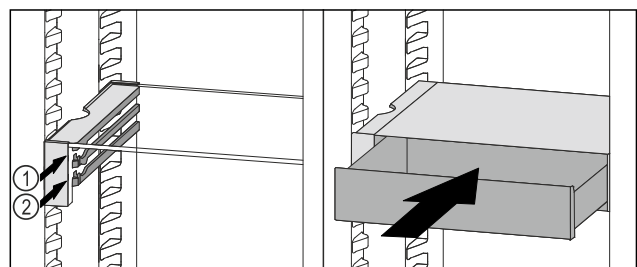

Fig. 87
- ▶ VarioSafe-Schubfach hinter den Stopperrn auf gewünschter Rippe Fig. 87 (1) oder Fig. 87 (2) aufsetzen.